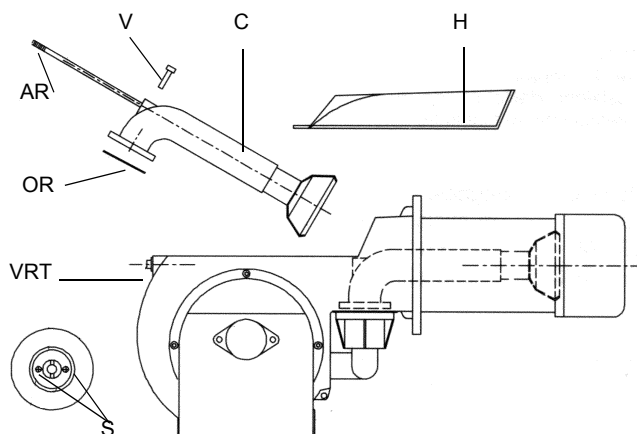
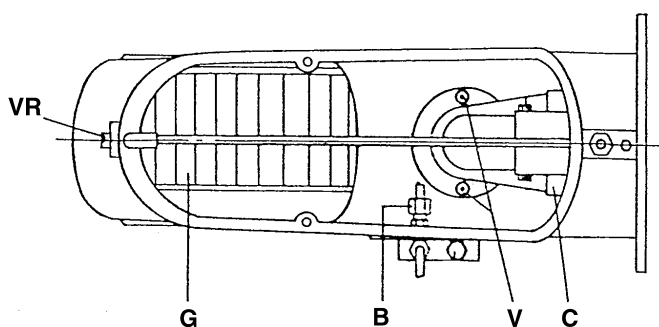

Рис. 31
Рис. 32
- Открутить винты **V**, которые блокируют коллектор газа **C**, расслабить две соединительные детали **B** на Рис. 32, и вынуть весь узел в комплекте, как это указано на Рис. 31.